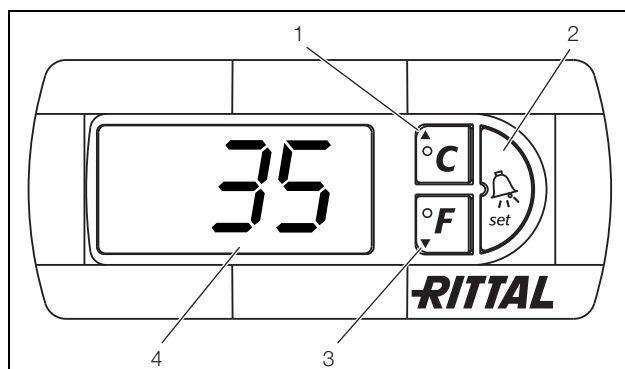

Fig. 30 : Régulateur e-confort
Le climatiseur fonctionne automatiquement : dès que l'appareil est branché, le ventilateur de l'évaporateur (voir fig. 3) se met en marche et brasse l'air à l'intérieur de l'armoire électrique. Le régulateur e-confort assure la régulation du compresseur et du ventilateur du condenseur. Le régulateur e-confort dispose d'un affichage à 7 segments (fig. 30, n° 4). Après la mise sous tension, il commence par afficher la version actuelle du logiciel pendant env. 2 secondes ainsi que le mode « Eco » activé, puis l'option préréglée (p. ex. t10) ou la température.
La programmation de l'appareil se fait à l'aide des touches 1 – 3 (fig. 30). Les paramètres correspondants sont également visualisés sur l'afficheur.
- Appuyer simultanément sur les touches 1 et 2 (fig. 30) pendant au moins 5 secondes.
Les touches 1, 2 et 3 (fig. 30) vous permettent de modifier 24 paramètres à l'intérieur des plages définies (valeurs limites minimales et maximales).